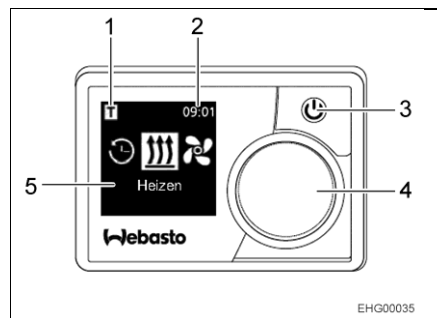

Fig. 38 Panel de mando
- Pulsar la tecla de arranque (Fig. 38,3).
- Ajustar la función deseada girando y pulsando el botón de mando (Fig. 38,4).